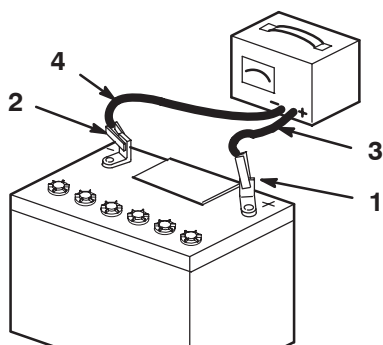

Figure 65
- Quand la batterie est chargée au maximum, débranchez le chargeur de la prise, puis débranchez les fils du chargeur des bornes de la batterie (Fig. 65).